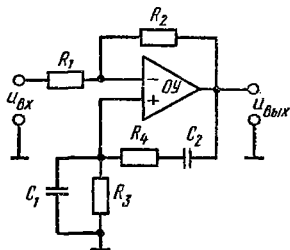

Рис. 7.18
2. Составим схему избирательного усилителя. На рис. 7.18 показана схема инвертирующего усилителя на основе ОУ. Для